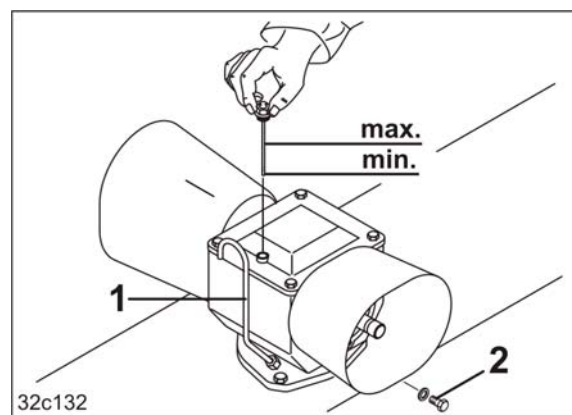

図 176
ギアボックスには換気用パイプ（図 176/1）が備わっています。
3. オイル排出ねじ（図 176/2）を回して外してください。